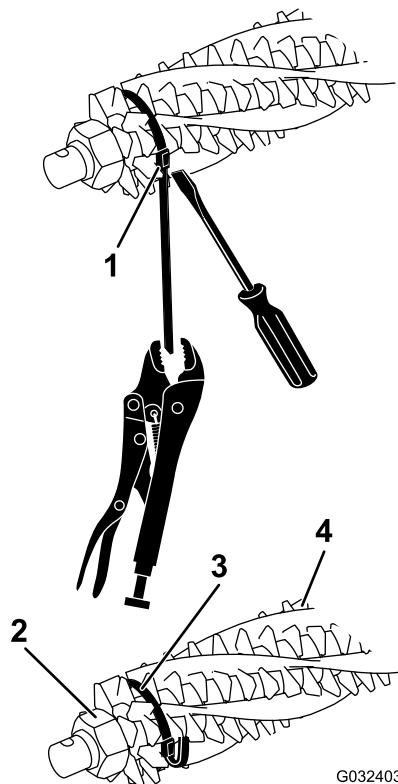
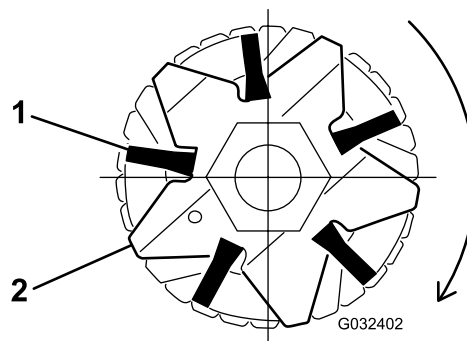

Figura 15
Figura 17
2. Desaperte as porcas de retenção da lâmina do rastelo em cada extremidade do eixo do rastelo (Figura 15).
4. Verifique se as escovas estão colocadas nas ranhuras das lâminas do rastelo (Figura 15 e Figura 17).
5. Envolver, sem apertar, as fitas, como se mostra na Figura 15, em torno do eixo e das escovas do cilindro do dispositivo inserindo as fitas nas ranhuras das escovas Figura 17.
Nota: Se as escovas da vassoura não estiverem colocadas corretamente nas ranhuras das lâminas, desaperte os parafusos de retenção da lâmina do rastelo em cada extremidade do eixo do rastelo, posicione as escovas da vassoura corretamente nas ranhuras das lâminas e aperte os parafusos de retenção da lâmina do rastelo (Figura 15).
7. Enquanto faz pressão com uma chave de fendas contra a fivela da fita, fixe a fita com um alicate e pressione bem as fitas até ficarem presas nas ranhuras das escovas (Figura 15).